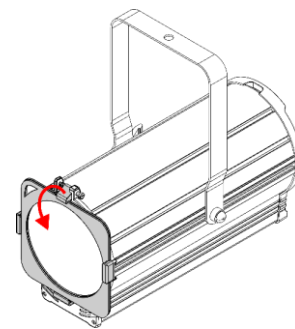

Fig. 13
- 04) Abbassare il **fermo del portagelatina (02)** per rilasciare la **vite a molla (01)** (vedere Fig. 13). La cornice cromatica viene bloccata in posizione.
- 05) Fissare la cornice a colori alla struttura aerea con un attacco secondario adeguato, ad esempio un cavo di sicurezza. Far passare il cavo di sicurezza attraverso l'**occhiello di sicurezza (18)** della cornice a colori. Vedere **4.3**. Per ulteriori informazioni, consultare il capitolo **Rigging** a pagina 13.